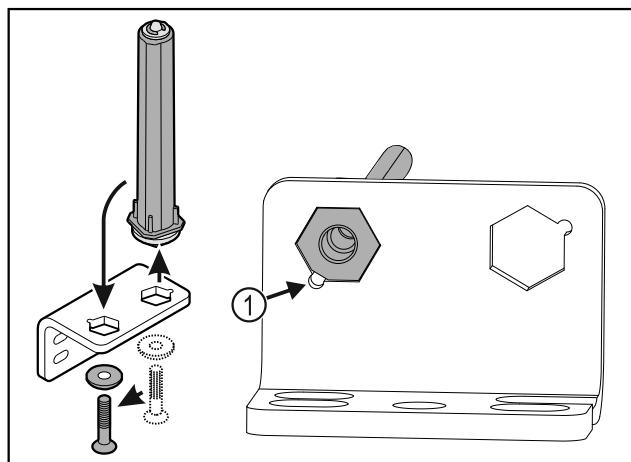

Fig. 35
- ▶ Pobrinite se za to da je prilikom umetanja zakošenje na svornjaku Fig. 35 (1) usmjereni prema okrugloj rupi.